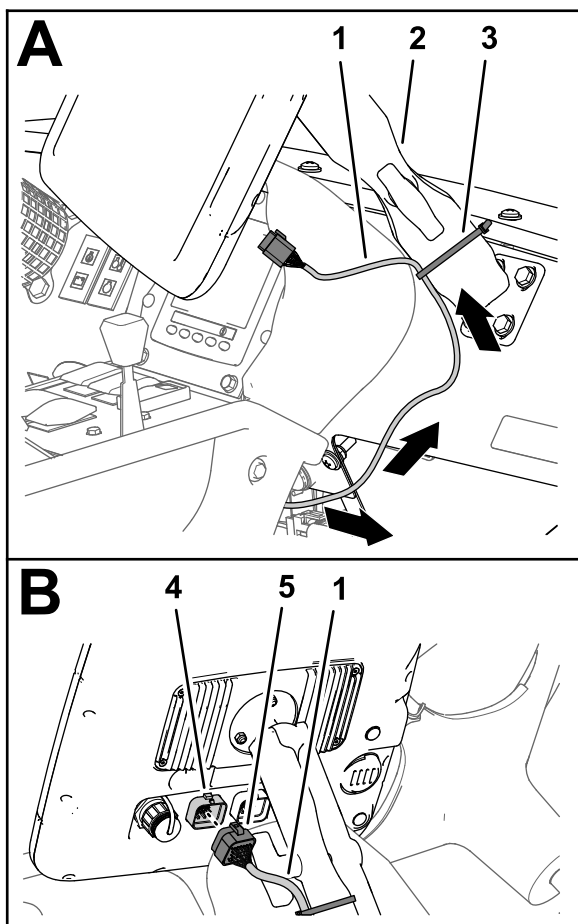

Figura 150
6. Enrute la rama de 226 cm (89") del arnés de datos hacia arriba a través del anillo de goma que rodea el orificio del panel de instrumentos (Figura 150).
7. Alinee el conector hembra de 26 vías de la rama del arnés de datos con el conector de 26 pines del monitor de fumigación y presione el conector hembra contra el conector macho hasta que el conector se enganche firmemente (Figura 150).
8. Sujete la rama de 226 cm (89") del arnés de datos al brazo del monitor con una brida (Figura 150).